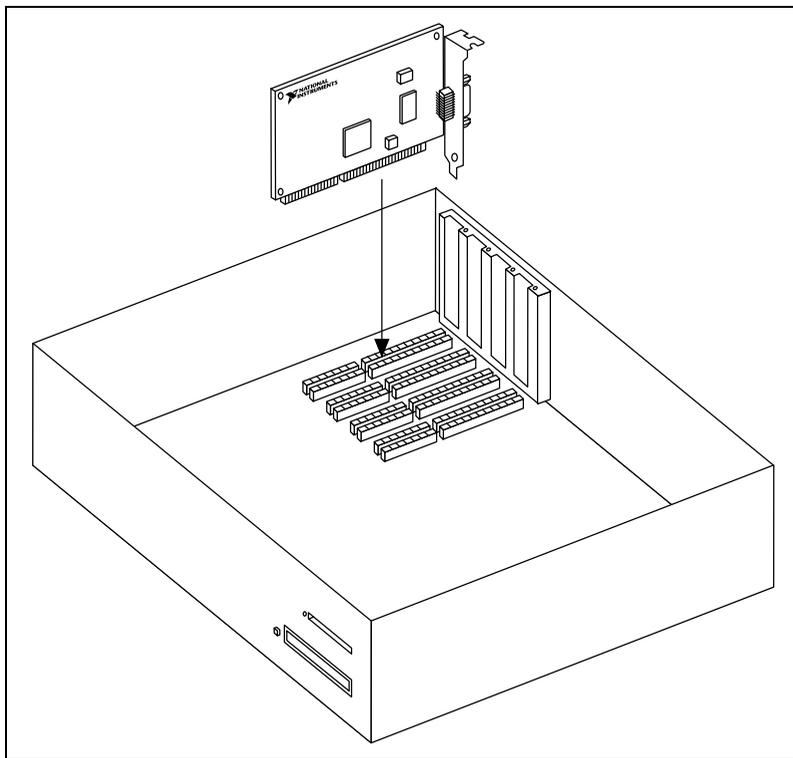

図 13. AT-GPIB/TNT (PnP) のインストール方法
5. 図 13 に示されているように、GPIB ボードの GPIB コネクタが背面パネルから突き出た状態で、ボードをスロットに差し込みます。きつい場合もありますが、無理にボードを押し込まないでください。